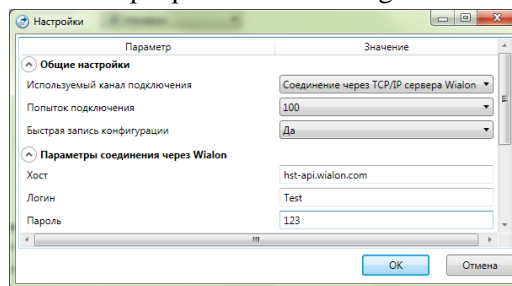

Рис. 62 Параметры подключения к серверу Wialon
- ✓ Задайте описанные ниже параметры и нажмите кнопку *ОК* (рис. 62).